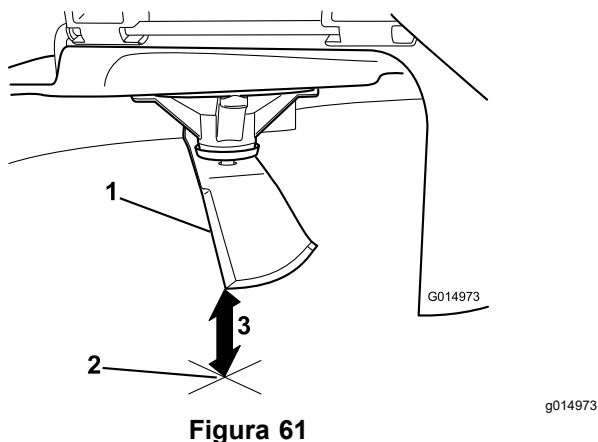

Figura 61
5. Măsurați de la vârful lamei până la suprafața plană (Figura 61).